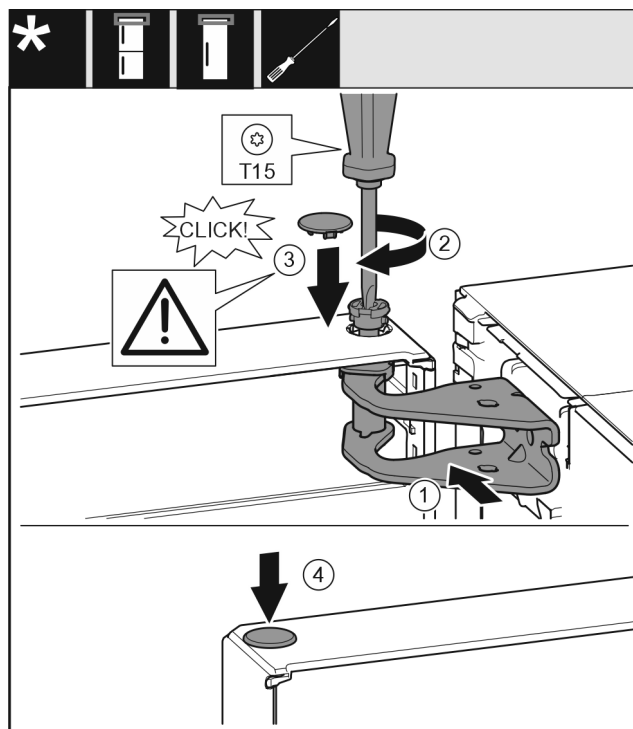

Fig. 35
- Vrata zgoraj poravnajte z odprtino v ležajnem podstavku Fig. 35 (1).
- Vstavite sornik Fig. 35 (2) in ga zategnite z izvijačem.
- Vstavite pokrov Fig. 35 (3).
- Preverite, ali pokrov Fig. 35 (3) pravilno leži na vratih.
- Vstavite pokrov Fig. 35 (4).